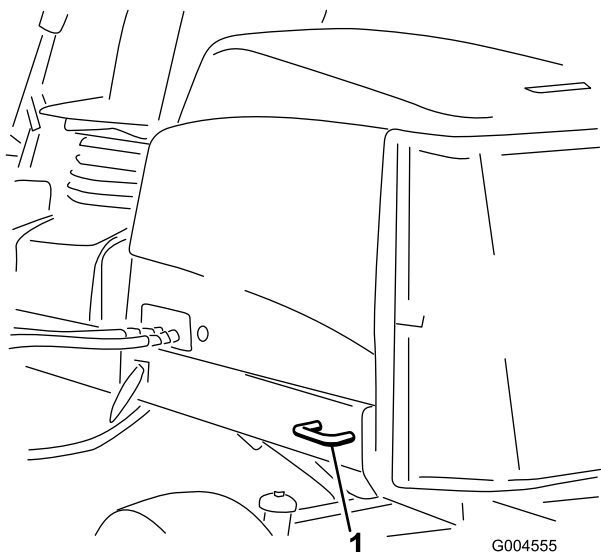

Рисунок 48
- В задней части – используйте каждую сторону машины на задней раме (Рисунок 48).